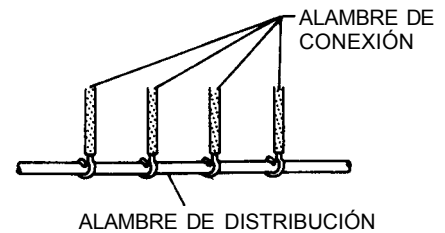

Fig. 25-7. Alambre de distribución utilizado como punto de conexión común en un circuito.
**Alambre para distribución.** Éste es un alambre de cobre macizo, estañado y sin aislamiento. Los calibres usuales están comprendidos entre el no. 12 y el no. 30 de la AWG (2.00 a 0.25 mm). Se emplea como una terminal común para varios alambres (Fig. 25-7).